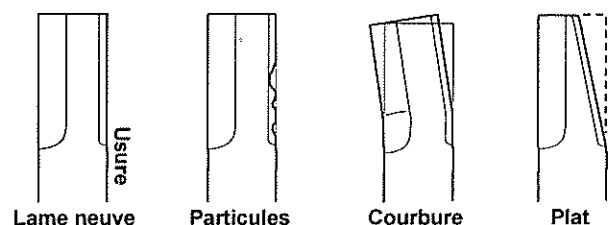

Fig. 32.
1 Vérifiez qu'il n'y a pas de problème de particules, de courbure ou d'usure sur la lame (S). (Voir Fig. 32.)